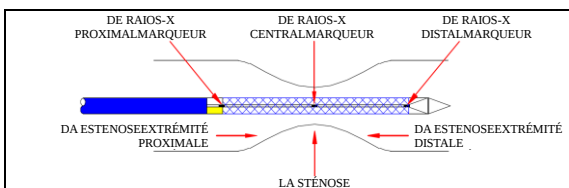

Figure 4
- Une fois que le marqueur central à rayon X a atteint le centre de la sténose cible, continuez à tirer sur le connecteur jusqu'à ce que l'endoprothèse soit entièrement déployée. (Voir figures 4, 5)
- Une fois que le marqueur central à rayon X a atteint le centre de la sténose cible, continuez à pousser en avant le connecteur jusqu'à ce que l'endoprothèse soit entièrement déployée. (Voir figures 4, 6)